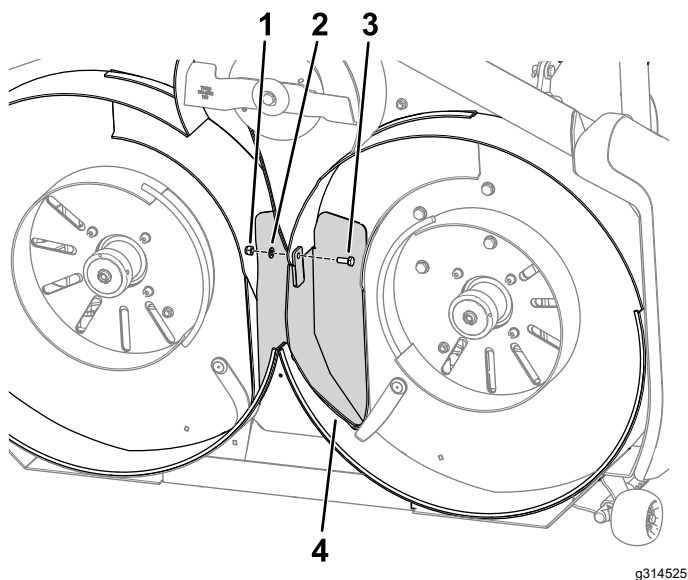

Figure 1
1. Utilisez un boulon, une rondelle et un écrou pour monter l'obturateur sur l'ouverture de la goulotte d'éjection (Figure 1).